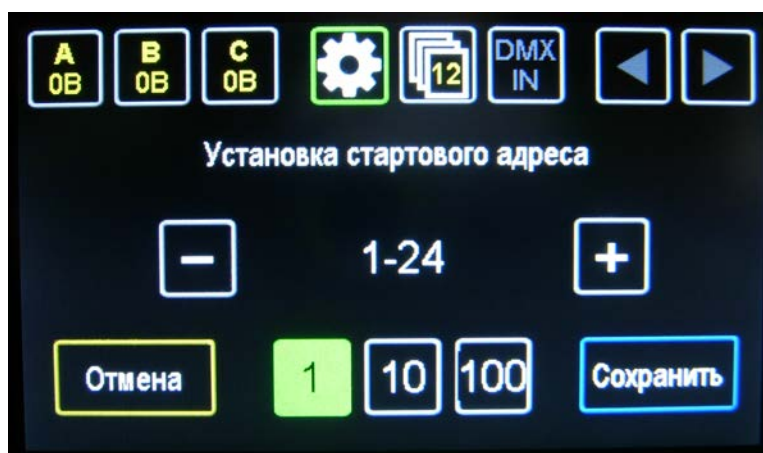

Рисунок 7: Установка стартового адреса
– Нажать на кнопку «**DMX адрес**», после чего отобразится установленный диапазон DMX-адресов (Рисунок 7);